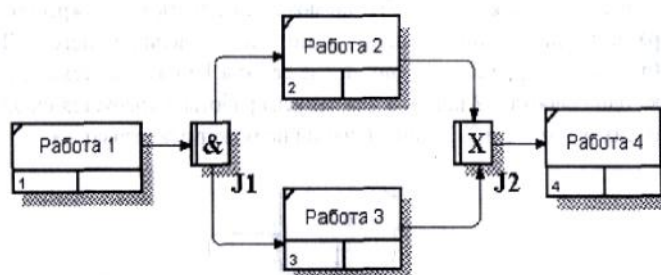

Рис. 7.15. Неверное размещение перекрестков. Перекресток для слияния "ИЛИ" не может следовать за перекрестком для разветвления типа, исключающего "И"
4. Перекресток для слияния типа исключающего "ИЛИ" не может следовать за перекрестком для разветвления типа "И" (рис. 7.15). Здесь после завершения работы 1 запускаются обе работы – 2 и 3, а для запуска работы 4 требуется, чтобы завершилась одна и только одна работа – или 2, или 3.